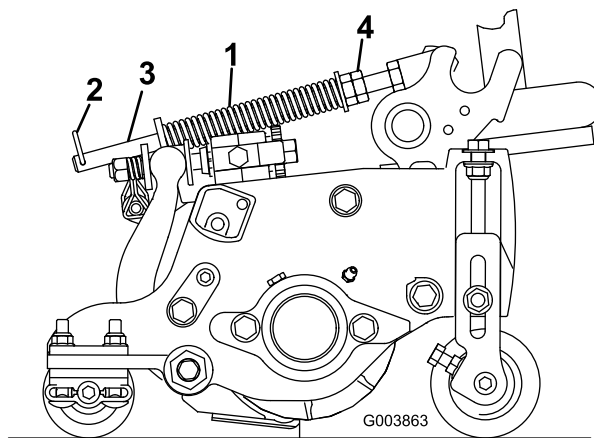

Figura 16
1. Asegúrese de que el pasador de horquilla está instalado en el taladro del extremo de la varilla (Figura 16).
2. Apriete las tuercas hexagonales del extremo delantero de la varilla del muelle hasta que la longitud comprimida del muelle sea de 15,9 cm (Figura 16).
Nota: Si es necesario retirar la unidad de corte de la máquina, mueva la chaveta al taladro delantero de la varilla del muelle (Figura 16). Asegúrese de mover la chaveta de nuevo al taladro trasero de la varilla del muelle después de reinstalar la unidad de corte en la máquina.